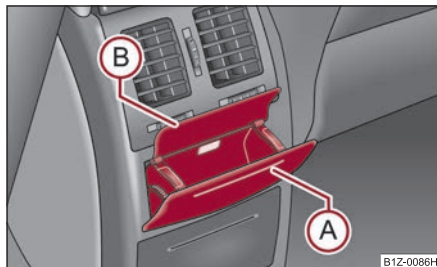

Fig. 113 Consola central alta: Cenicero trasero
- Presione la parte superior de la tapa del cenicero en la zona **(A)** ⇒ fig. 113.